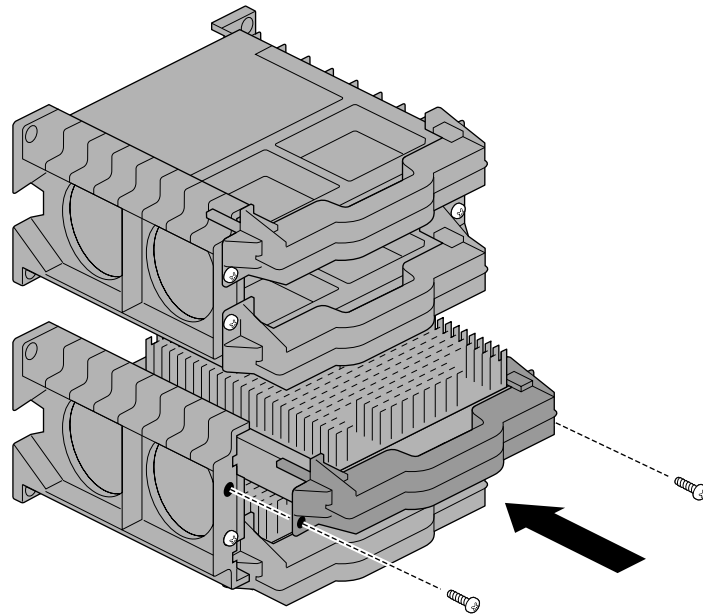

図 6-5 プロセッサをブラケットに挿入
12. プロセッサをブラケットに差し込みます。プロセッサのネジ穴とブラケットのネジ穴を合わせます (図 6-5)。ネジ穴が合わない場合は、プロセッサを外してハンドルを取り付け直し、再びプロセッサを差し込みます。ハンドルを取り付け直す場合は、手順 4 以降を参照してください。